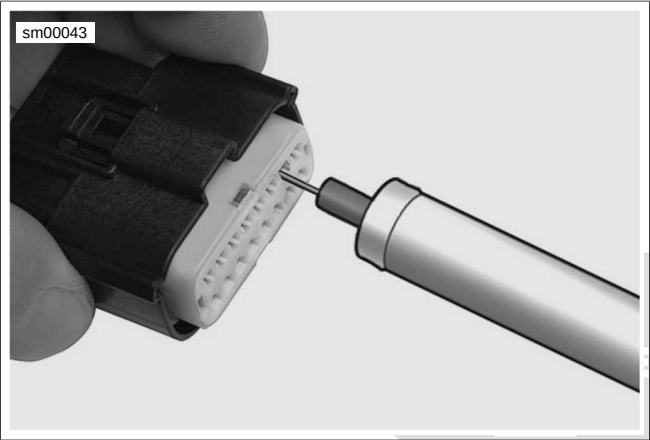

Figura A-36. Conector Molex: Extractor de terminales (HD-48114)
2. Vea Figura A-36. Inserte el EXTRACTOR DE TERMINALES DE CONECTORES ELÉCTRICOS MOLEX (pieza Nº HD-48114) dentro del agujero del pasador al lado del terminal hasta que la herramienta llegue al fondo.